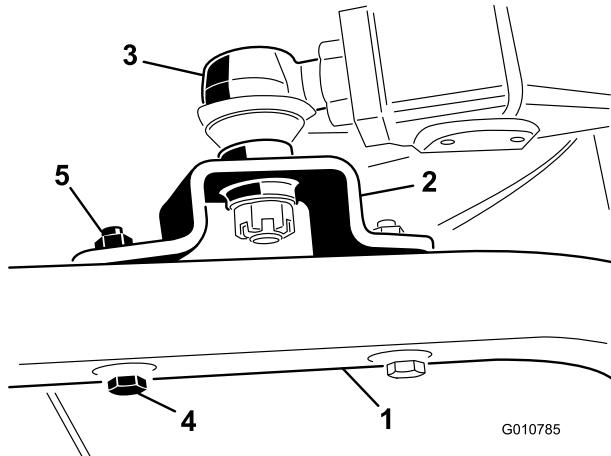

Figura 6
4. Sujete los soportes de las articulaciones esféricas a los brazos de las ruedas giratorias con 2 tornillos de caperuza (7/16 x 3 pulg.) y tuercas con arandela prensada (7/16 pulg.). (Figura 6).
- Apriete la contratuerca grande que sujeta la articulación esférica al brazo de empuje (Figura 6).